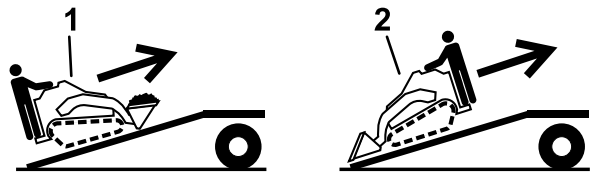

Figure 28
5. Placez toujours l'extrémité la plus lourde de la machine en haut de la rampe, la charge en bas, lorsque vous chargez la machine sur la remorque (Figure 28).
1. Abaissez la rampe (Figure 28).